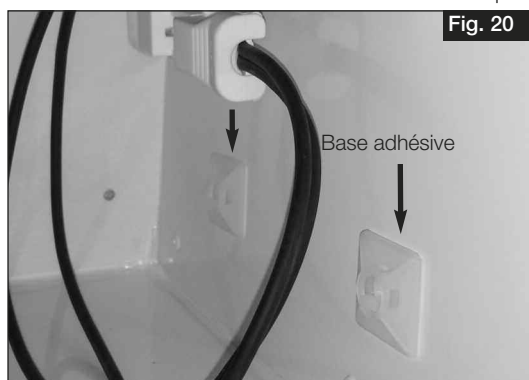

Fig. 20
4. Positionner les bases adhésives de fixation des câbles sur la paroi latérale (fig. 20).